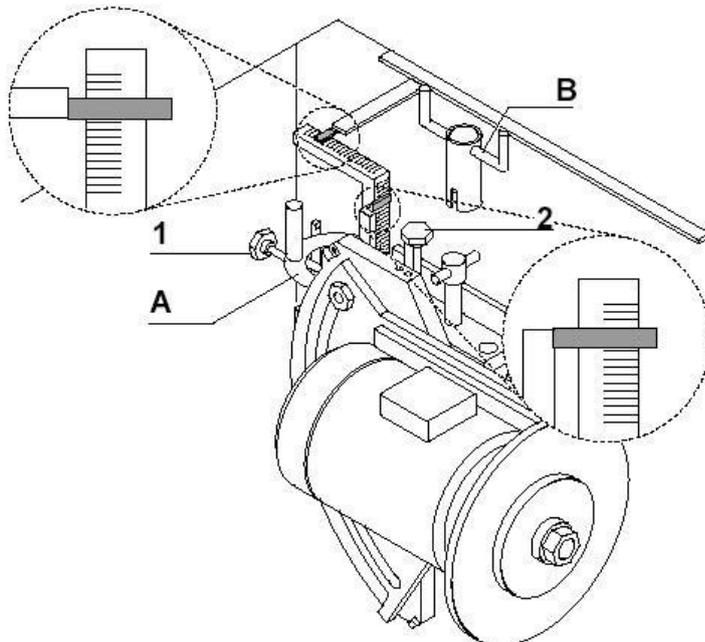

Fig. 14
2. L'axe horizontal est réglé par le volant (Fig. 14/A).
4. Pour bloquer le glissement horizontale, il faut serrer la poignée dans le fourreau de la glissière (Fig. 14/1).
5. La clef en tube amovible spéciale règle l'axe vertical (Fig. 14/B).
- Le blocage se passe en serrant la poignée dans le fourreau de la glissière (Fig. 14/2).